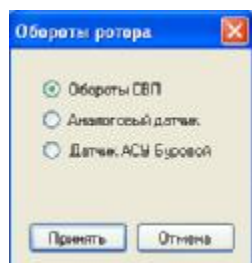

Рисунок 15. Окно «Обороты ротора»
**Кнопка «Обороты ротора».** Эта кнопка выводит на экран компьютера окно «Обороты ротора» (смотри рисунок 15). В системе согласно ТТ обороты ротора могут быть передан в программу с аналогового выхода датчика, с датчика оборотов СВП или из АСУ. В этом окне можно сделать выбор источника сигнала. Для принятия выбора необходимо нажать кнопку «Принять».